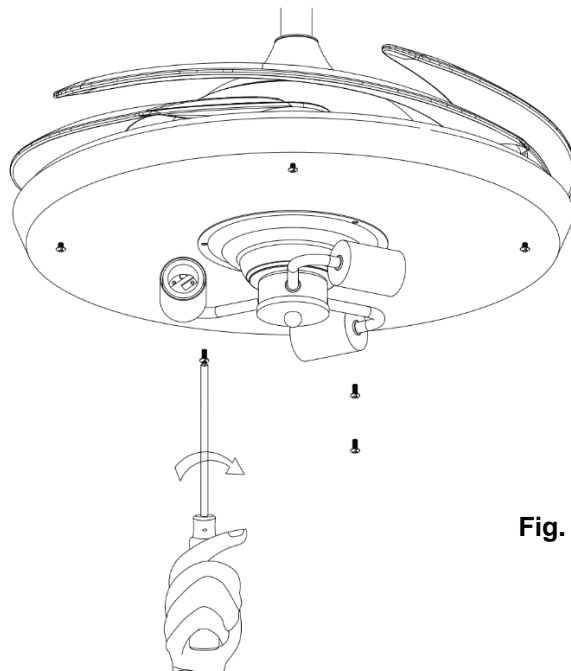

Fig. 11
3. Fije la pieza del soporte de la lámpara a la placa del soporte del juego de luces ajustando los 3 tornillos. No los apriete en exceso. (Fig.11)